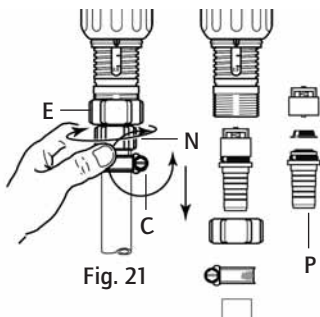

Fig. 21
- Voor de aanzuigslang Ø 20 (D8RV et D8R150), met een schroevendraaier de ring (Fig. 21-C) losdraaien.